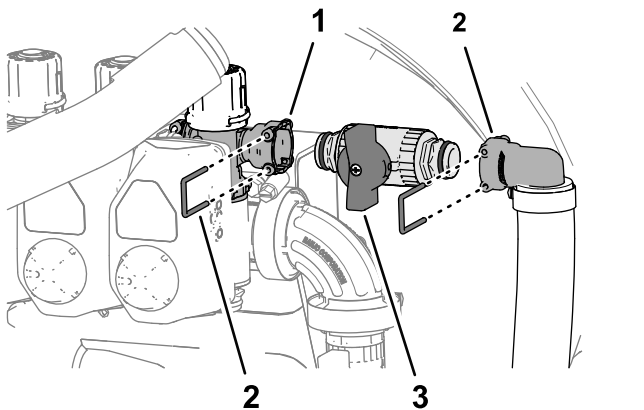

图 62
A. 取下将切断阀的快速接头固定至右喷洒段旁通阀快速断开槽的卡环将阀门与连接槽分开图 62。
B. 取下将切断阀的快速接头固定至 90° 宝塔接头快速断开槽的卡环将阀门与连接槽分开图 62。